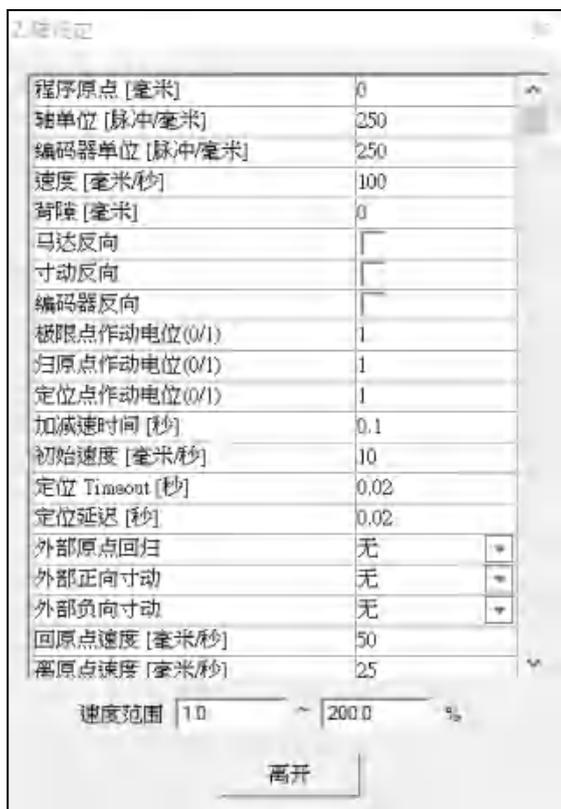

图 1.7.40
7. 按「设定」按钮，则出现如图1.7.40之对话框可进行相关所有设定。